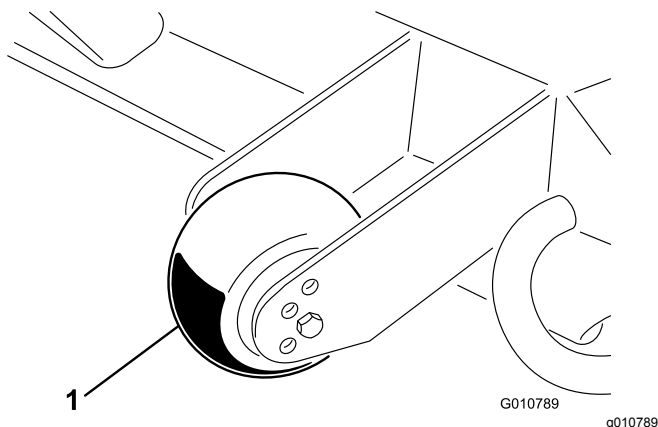

Bild 12
- Entfernen Sie die Kopfschraube und Mutter, mit denen die Radstelze an den Schneideinheithalterungen befestigt ist (Bild 12).